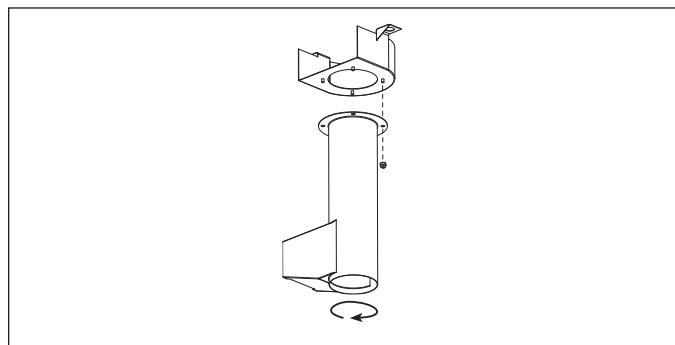

Figure 17.
- F. Faites pivoter la partie inférieure de l'écran de fraise de 180° et fixez la partie supérieure avec quatre écrous et rondelles (voir la figure 17).